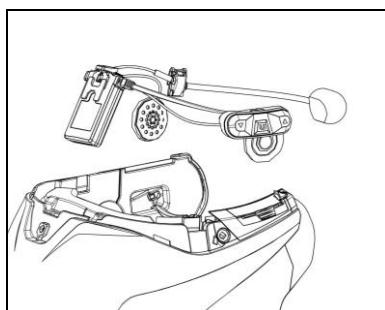

Fig. 7
- Sæt systemet ind i det relevante sæde bag på styrthjelmen, og tryk det ned i bund i rilleskæringen (Fig. 7).